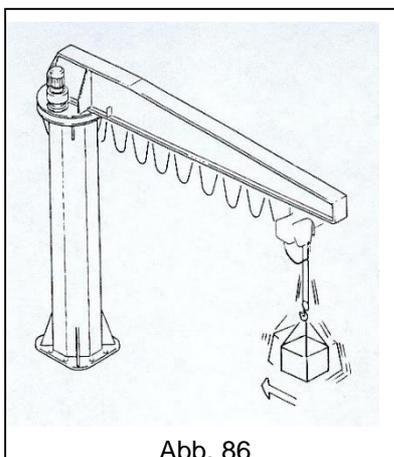

Abb. 86
- **NIEMALS** die Last oder den Haken beim Verfahren schwingen lassen (Abb. 86).